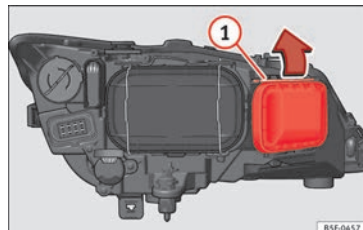

Abb. 208 Glühlampe für Blinklicht
- Verschieben Sie die Strebe » Abb. 208 ① in Pfeilrichtung und nehmen Sie den Deckel ab.